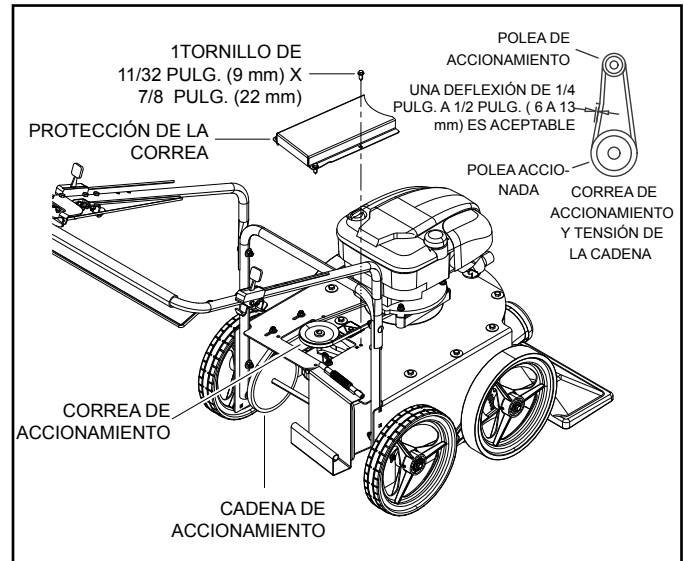

Figura 5.1 Retiro de la protección de la correa.
1. Quite la protección de la correa retirando los tornillos de 11/32 pulg. (9 mm) (Figura 5.1)